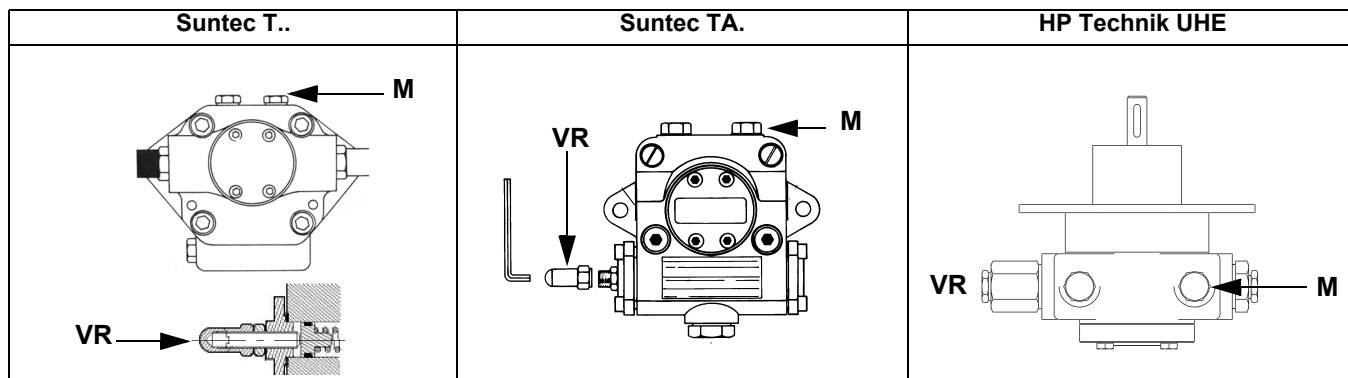

Fig. 12
- 3 sfiatare l'aria dall'attacco (**M**) manometro della pompa (Fig. 12), allentando leggermente il tappo, senza toglierlo; quindi rilasciare il contattore.
- 5 Solo se necessario, regolare la pressione di alimentazione (vedi relativo paragrafo) nel modo seguente: inserire un manometro nella posizione indicata in Fig. 13 agire sulla vite di regolazione **VR** della pompa (vedi Fig. 12) fino ad ottenere una pressione all'ugello pari a 20 bar (ugelli Monarch o ugelli Bergonzo - vedere grafici a pag. 41);